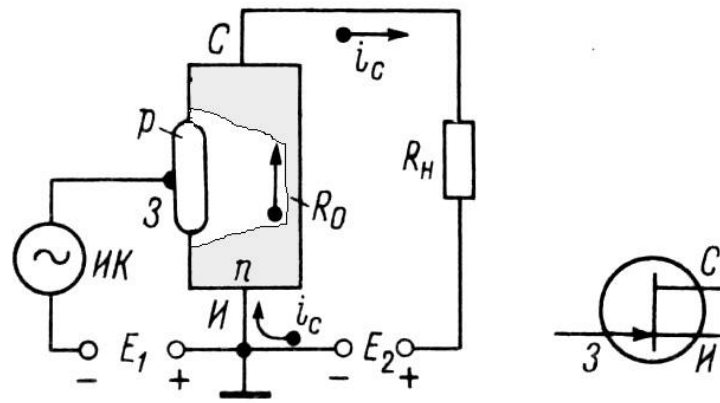

Рисунок 6.1 – Схема ввімкнення і умовне графічне позначення польового транзистора з керуючим р-п-переходом і каналом п-типу
**Польовий транзистор з керуючим р-n-переходом і каналом n-типу** (рисунок 6.1)